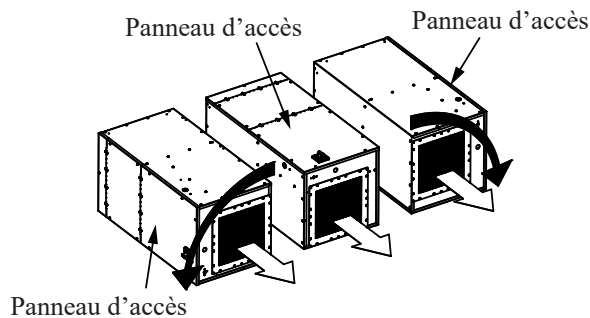

Figure 3
- 4- Installer l'appareil sur des supports adéquats sous l'appareil (non fournis), adapter à la charge (au moins 400 lb) et d'une largeur minimum de 1 1/4 po (32 mm) (Figure 3).
- 5- Faire attention à la direction de l'air en sortie (Figure 3).
- 7- Faire attention de positionner les supports de façon à conserver l'accès aux composantes internes pour la maintenance et garder une distance d'au moins 12 po (305 mm) entre le panneau d'accès et les pièces de soutien. Faire attention de positionner les supports pour garder l'accès à l'ouverture du panneau d'accès au filtre (Figure 3).
- 3- Installer l'appareil sur des supports adéquats sous l'appareil (non fournis), adapter à la charge (au moins 400 lb) et d'une largeur minimum de 1 1/4 po (32 mm) (Figure 3).
- 5- Faire attention de positionner les supports de façon à conserver l'accès aux composantes internes pour la maintenance et garder une distance d'au moins 12 po (305 mm) entre le panneau d'accès et les pièces de soutien. Faire attention de positionner les supports pour ne pas empêcher l'ouverture du panneau d'accès au filtre (Figure 3).
- S'assurer que le ventilateur tourne dans le bon sens; l'écoulement d'air devrait être dans la direction de la flèche tel qu'indiqué (Figure 3).